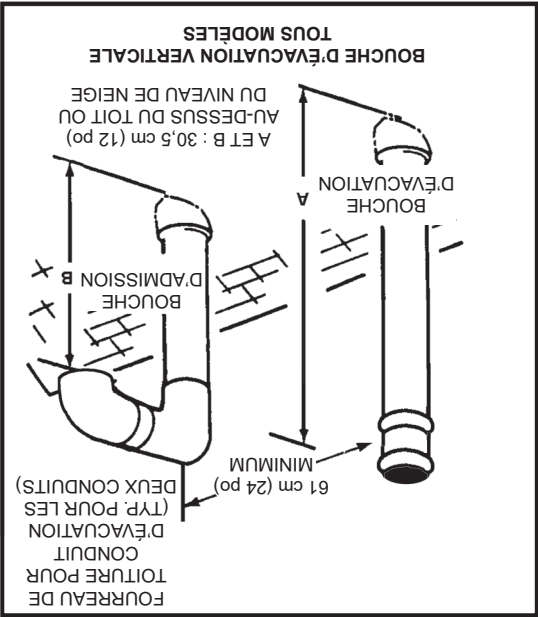
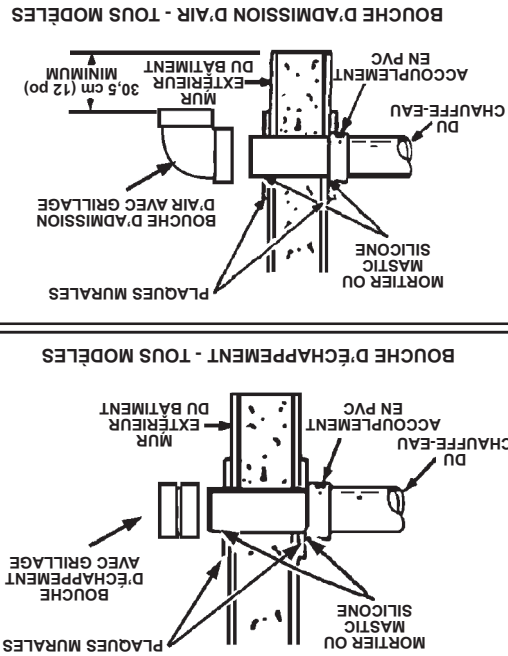

Figure 20. Dégagements des bouches d'évacuation verticales
Figure 19. Installation des extrémités murales d'admission/échappement
accouplement sur l'extrémité face à l'ouverture dans le mur, le tuyau de la bouche d'admission d'air peut être préparé pour le collage avant d'être engagé à travers le mur. Glisser le tuyau à travers le mur et l'insérer dans l'accouplement sur l'autre côté du mur, en s'assurant que la bouche d'admission d'air pointe dans la bonne position (*Figure 18* (page 29) et *Figure 19*).
4. La ligne médiane de la bouche d'admission d'air et la ligne médiane de la bouche d'évacuation des gaz de combustion doivent être séparées d'une distance d'au moins 61 cm (24 po). Voir *Figure 20* et *Figure 21* (page 31).
La première étape consiste à déterminer où doit déboucher le tuyau d'évacuation. L'évacuation peut déboucher à travers un mur, comme à la *Figure 16* (page 29), la *Figure 18* (page 29) et la *Figure 19* (page 30), ou à travers le toit, comme à la *Figure 20*, la *Figure 21* et la *Figure 22* (page 31).